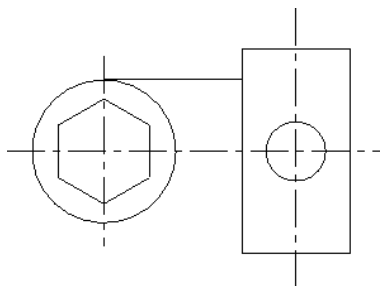

图 3-64 创建切线通过点相切实例
① 在“文件”工具栏中单击“打开文件”按钮，打开光盘“第 03 章\3.3.6 创建切线通过点相切实例.MCX-7”，如图 3-64 所示。